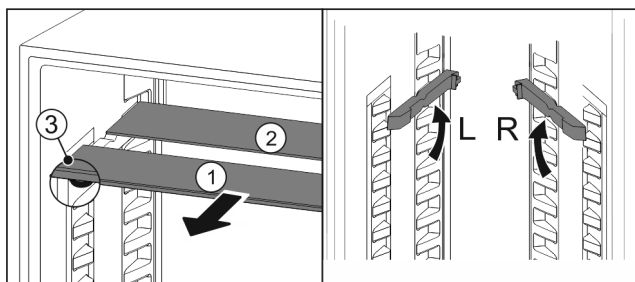

Fig. 188
- ▷ По одной извлеките Fig. 188 (1) стеклянные панели движением вперед.
- ▷ Стеклянная панель Fig. 188 (1) с декоративной планкой лежит спереди.
- ▷ Стопоры Fig. 188 (3) показывают вниз.